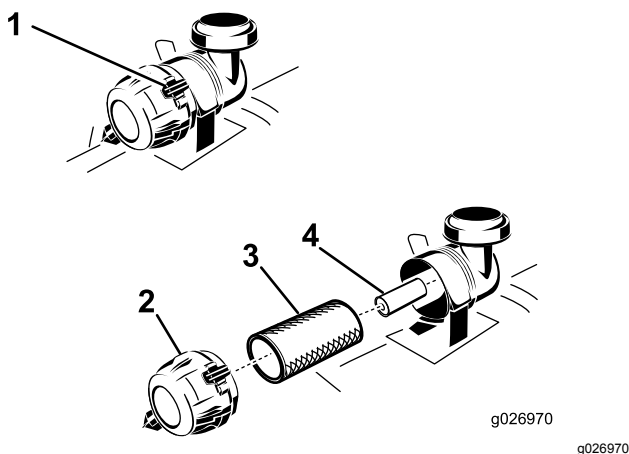

Figura 41
4. Rilasciate i dispositivi di fermo sul filtro dell'aria e tirate via il coperchio dal corpo del filtro dell'aria (Figura 41).
6. Estraete con cautela il filtro primario dal corpo del filtro dell'aria (Figura 41).
2. Se sostituite il filtro interno, inseritelo con cautela nel corpo del filtro (Figura 41).
3. Montate con cautela il filtro primario sul filtro di sicurezza (Figura 41).
4. Installate il coperchio del filtro dell'aria con il tappo di sfiato verso il basso e ruotate in modo che i dispositivi di fermo blocchino il coperchio nella corretta posizione (Figura 41).